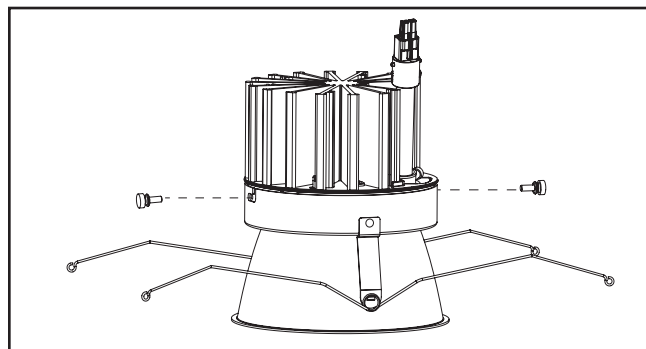

Figura 7.
- Usando los tornillos de ajuste manual incluidos, asegure con firmeza la moldura inferior al motor de la luminaria LED. Alinee el enchufe de alimentación del motor de la luminaria LED con el conector del alojamiento cilíndrico y empújelos juntos (Figura 7.).